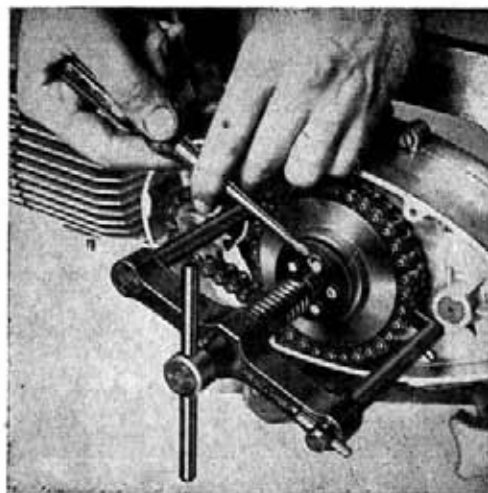

Рис. 28
Снять передний щит. При помощи торцевого ключа Н 39 вывернуть гайку М 8 крепления рычага переключения передач к двигателю и рычаг снять. Снять также левую опору для ног. В нижней части двигателя далее вывернуть при помощи ключа Н 39 винт (пробку) из сливного отверстия и слить масло из двигателя. На левой стороне двигателя вывернуть все болты крепления крышки  $\neq 12$  в его задней части вывернуть стяжной болт. Если крышку после вывернутия винтов и болта нельзя легко снять, освободим её лёгким ударом деревянного молота. При помощи съёмника Н 4 и прокладки с 5 отверстиями Н 62 сжать пружины сцепления (5) и отверткой высунуть предохранители (8) — рис. 28.